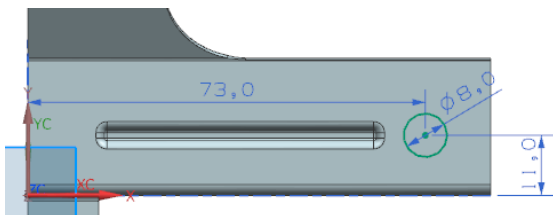
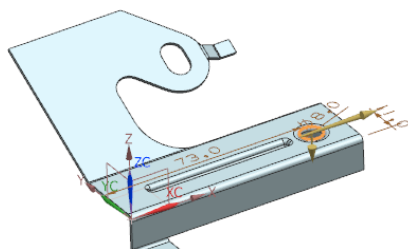

图 4-138 绘制轮廓曲线
图 4-139 预览冲压除料特征
(3) 绘制轮廓曲线, 如图 4-138 所示。单击“完成”图标, 草图绘制完毕。同时在视图区预览显示所创建的弯边, 如图 4-139 所示。